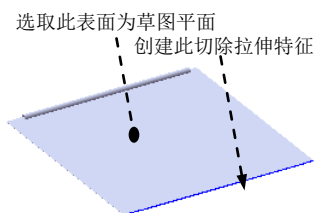
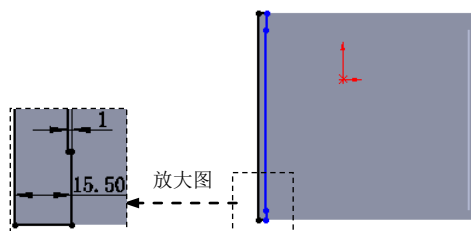

图 17.12.21 创建切除—拉伸 2
图 17.12.22 横断面草图
Step5. 创建图 17.12.21 所示的切除一拉伸 2。选择下拉菜单 **插入(I)** → **切除(C)** →  **拉伸(E)...** 命令; 选取图 17.12.21 所示的表面作为草图平面, 绘制图 17.12.22 所示的横断面草图; 在 **方向1** 区域的  下拉列表中选择 **完全贯穿** 选项; 其他采用系统默认设置值。单击  按钮, 完成切除一拉伸 2 的创建。